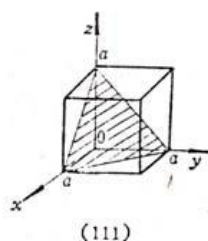
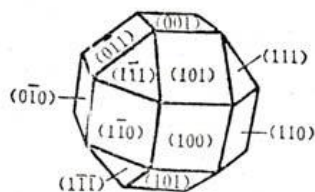

图 1.1
图 1.3
每个圆子的坐标与坐标轴上的周期都成整数关系。对单晶硅而言，由于它属于立方晶系，所以可以取三个结晶轴互相垂直，三轴上的单位周期也相等。一个平面的空间位置在结晶学上通常用密勒指数来描写，它定义为晶面与三个轴截距的倒数。若用 (hkl) 表示晶面，用 $\{hkl\}$ 表示晶面族， h 、 k 、 l 的倒数就是晶面族 $\{hkl\}$ 中距原点最近的晶面在坐标轴上的截距，通族的其他晶面的截距为这组最小截距的整数倍。如我们常见的 (111) 面，就是只该平面与坐标系的三个轴（假设为 x 、 y 、 z 轴）的截距均为一个周期，所以截距的倒数为 (111) ，如图 1.1 所示。若某一个平面在 X 轴上的截距为一个周期，并且平行于 y 轴的截距为一个周期，而平行于 x 轴和 z 轴，则该晶面为 (010) 面，其他可以类推。图 1.3 是金刚石
将待测晶锭的一端先磨成锥形，在盛有 80# 金刚沙的研钵中研磨，使锥形对面上解理出微小的解理面。这些解理面都是按特定的晶向解理出来，因而包含着结晶学构造中的各种方向特征。在图 1.3 所示的单晶硅一类的金刚石结构中，
其一级解理面为 $\{111\}$ ，这使因为此晶面族之间原子间距最大，键合最小，最容易在外力作用下发生解理。从图 1.3 可以看出， $[110]$ 是一根二次轴，其周围有两个对称的解理面 (111) 和 $(\bar{1}\bar{1}1)$ ，如果 $[110]$ 晶轴与激光束平行，则从 (111) 、 $(\bar{1}\bar{1}1)$ 解理面上反射得到的特征光图呈二次轴对称。而 $[100]$ 是一根四次轴，其周围有四个解理面， (111) 、 $(\bar{1}\bar{1}1)$ 、 $(11\bar{1})$ 、 $(\bar{1}\bar{1}\bar{1})$ ，因而特征光图具有四次轴对称性。由于研磨不能保证全部得到由理想的解理面组成的由规则小坑，而往往是杂乱无章的，因此反射出来的特征光图就显的比较暗淡，降低了定向精度。在硅单晶定向中主要采用腐蚀法。两种不同的预处理工艺所产生的特征光图的区别是：(1) 由于小坑内暴露出来的晶面不同，反射光束的方位和角度也不用；(2) 解理法产生的光图，其光斑呈点状，这是因为其反射面为镜状解理面，这是由于腐蚀坑的侧面和底面的相交处的边缘呈圆钝状。